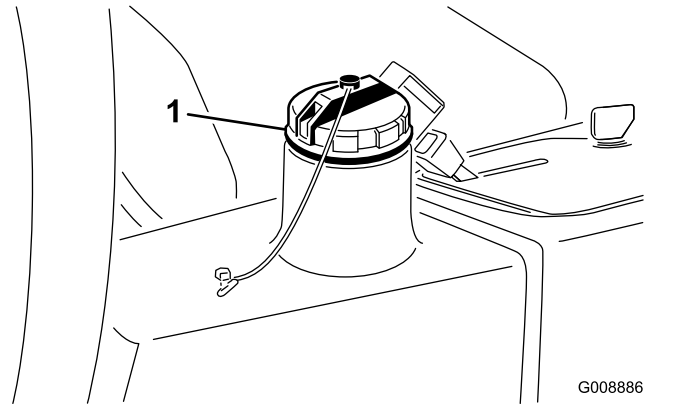

图41
2. 清洁液压油箱加油颈和油箱盖周围的区域（图41）并取下油箱盖。